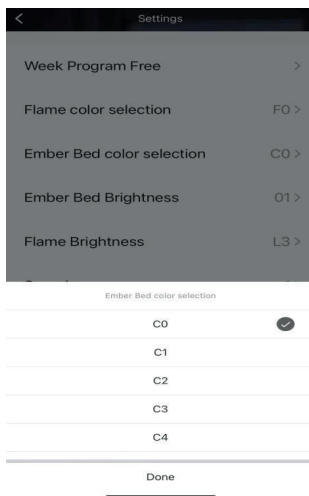

imagen 12
7. Abra la selección de color carbón, puede elegir un total de 10 colores C0~C8. en la imagen 12.